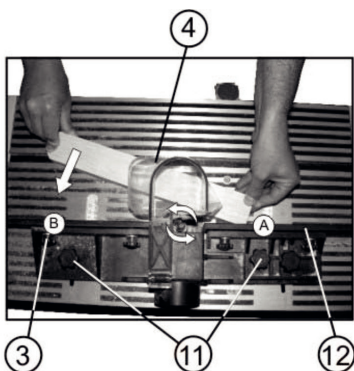

Рис. 8
Установите глубину фрезерования, после чего крепежными гайками (11) надежно закрепите положение, Рис.8.
Несквозное фрезерование (Рис. 8, 9, 10)
Для отвода заготовки ее следует перемещать в направлении (С), Рис. 8. Из соображений безопасности опорный торец должен располагаться справа.
Установите глубину фрезерования, положение надежно зафиксируйте крепежными винтами (11), Рис.8. Нажмите зеленую кнопку выключателя (8), Рис.1 фрезерного стола.